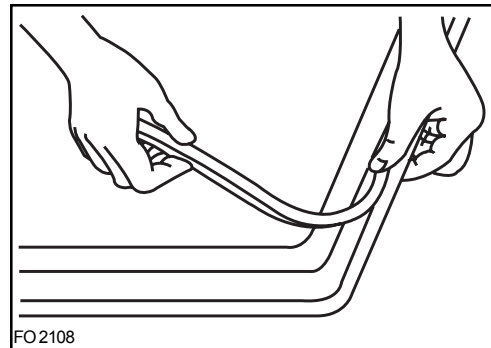
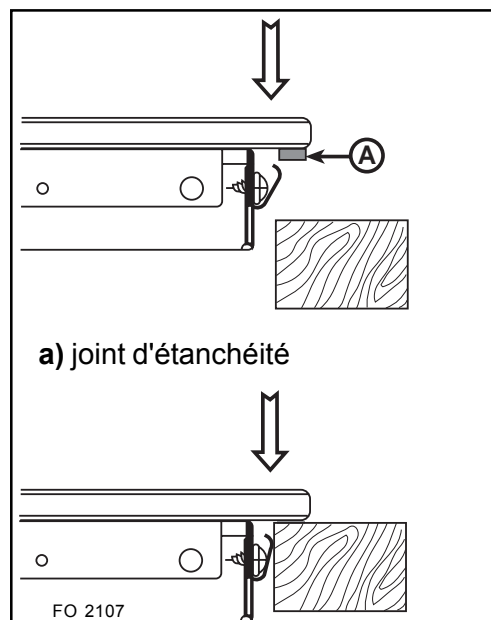

Fig. 6 FO 2108
Fig. 7 FO 2107
- 1) placez sur le bord inférieur de le plan de verre (Fig. 6) le joint spécial fourni comme équipement (Fig. 7-A), en s'assurant que les bouts joignent bien sans se superposer;
- 2) insérez la table dans le défoncement du meuble (Fig. 7) et poussez en bas jusqu'à ce que la table touche le fond, parvenant automatiquement à la position correcte.